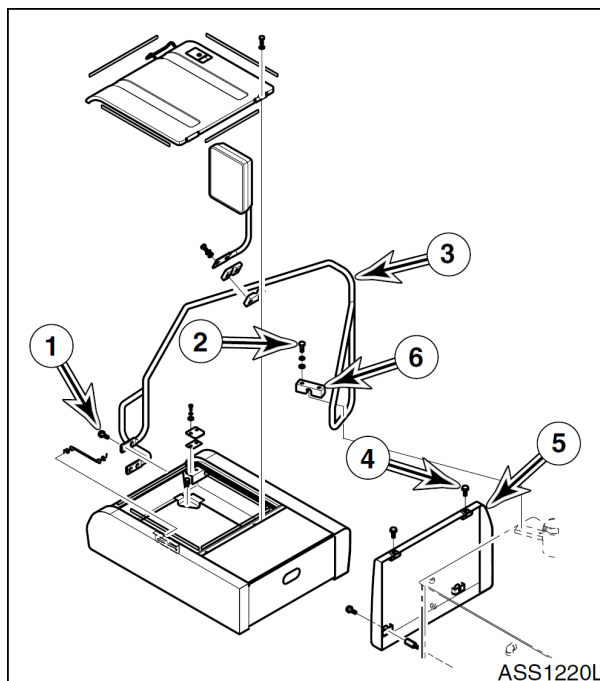

Рис. 12
19. Вставить два 10-мм болта с проушинами в резьбовые отверстия (1 и 2, рис. 12). При помощи подходящего подъемного устройства поднять бак за болты с проушинами.
5. Установить 4 болта (4, рис. 12) и крышку (5) с топливного бака.